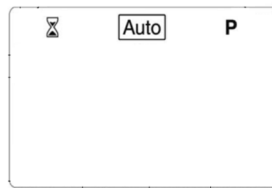

Fig. 17
- 1) *druk op de toets (▶) totdat het symbool **Auto** voor automatische werking wordt geselecteerd, zie Fig. 17;*